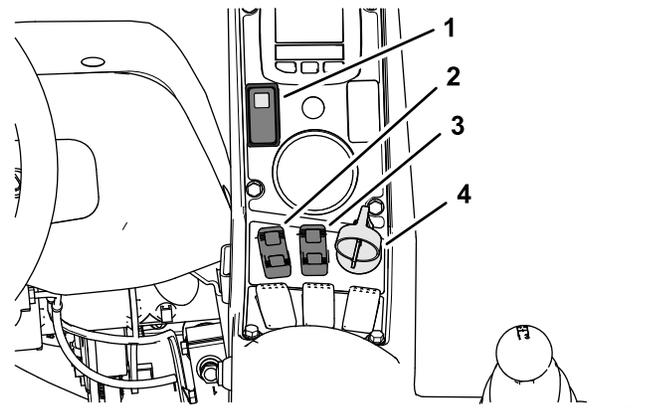
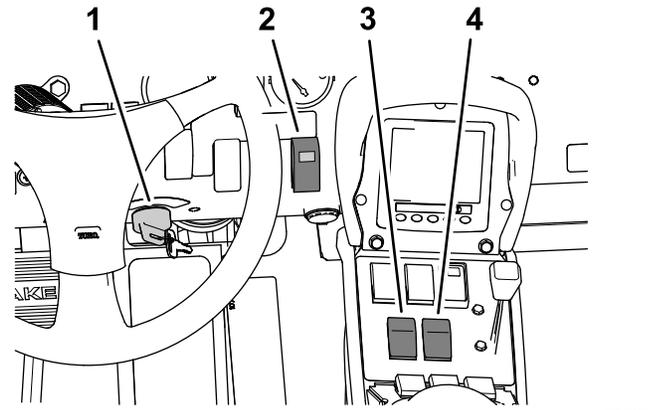
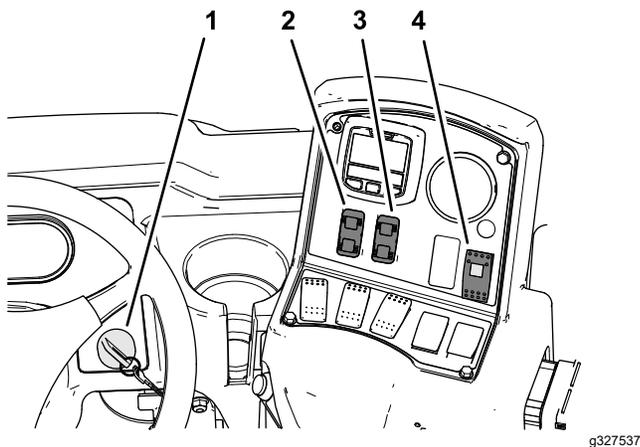

Figure 40
Figure 41
Figure 42
4. Placez l'interrupteur des rampes soniques en position MARCHÉ (Figure 40, Figure 41 ou Figure 42).